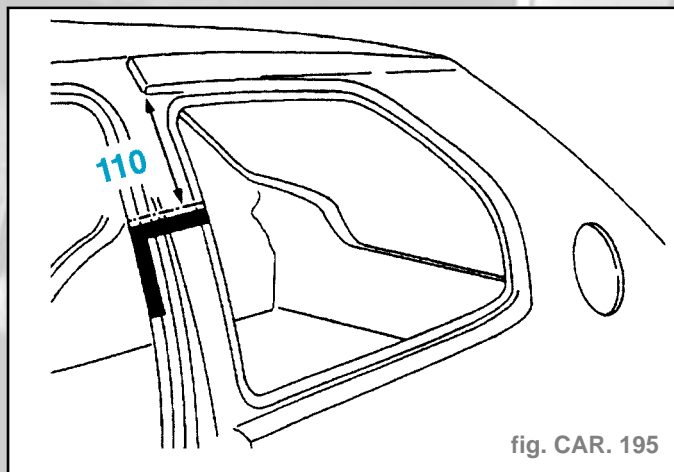

fig. CAR. 195
- Tracer, puis découper à l'aide d'une meule épaisseur **1 mm** (coupe provisoire) (fig. CAR. 195, 196 et 197).